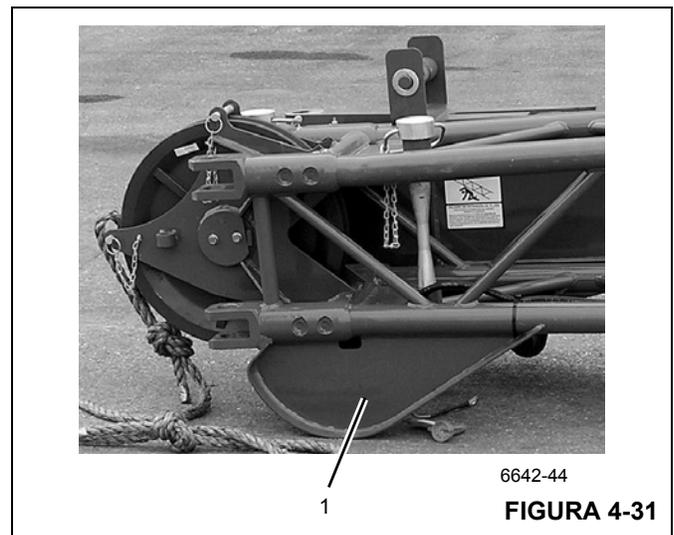

FIGURA 4-31
- Baje la extensión de celosía hasta que los soportes queden apoyados en el suelo (1) (Figura 4-31). De ser necesario, anule el interruptor limitador de elevación.